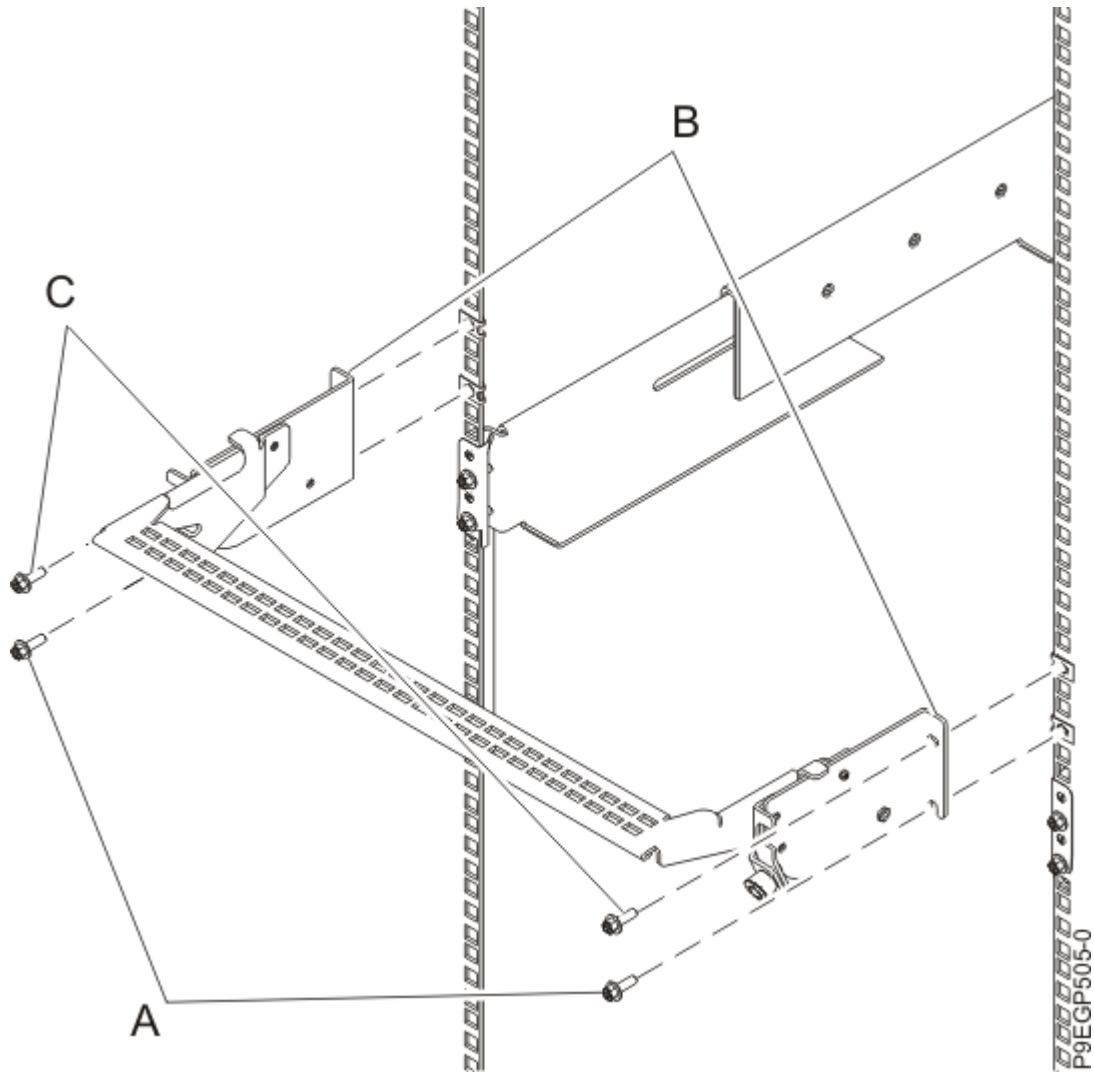

Abbildung 11. Kabelführungshalterung installieren
- a. Ziehen Sie an der Rückseite des Racks zwei M5-Schrauben **(A)** über den Schienenhalterungen des Einschubs, an denen die Klemmmuttern befestigt wurden, leicht an. Bei diesen zwei Schrauben handelt es sich um die unteren Schrauben, mit denen die Kabelführungshalterung am Rack befestigt ist. Siehe Abbildung 11 auf Seite 14.
- c. Richten Sie die Halterung so aus, dass die Befestigungsflanschen **(B)** an den oberen Bohrungen in den Rackflanschen ausgerichtet sind (siehe Abbildung 11 auf Seite 14).